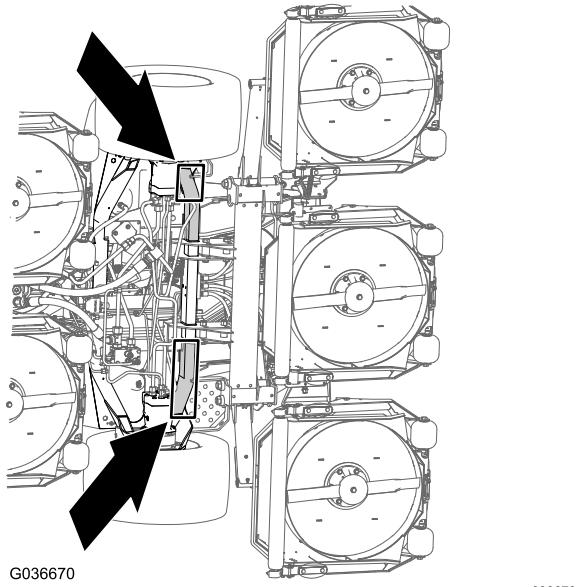

Figura 32
**Parte anteriore della macchina:** sul telaio della macchina, davanti ai motori di trasmissione delle ruote (Figura 32)